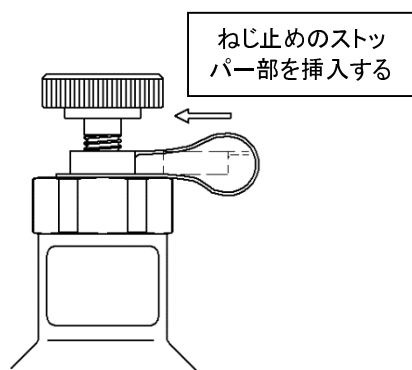

図7
- 6) ねじ止めのストッパー部をテストガグのねじ部に挿入します(図7)。